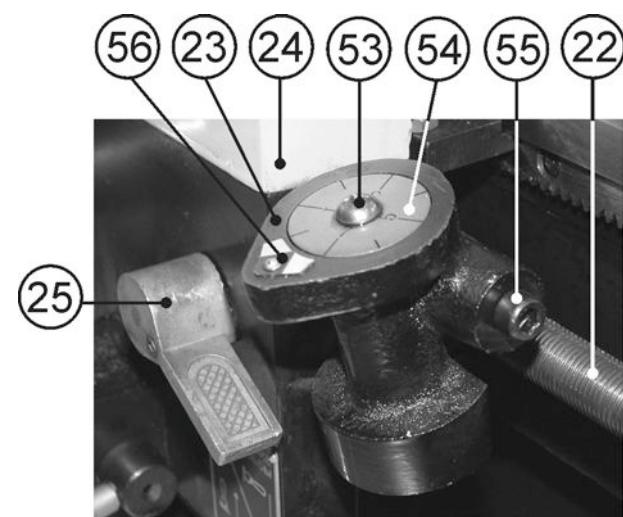

Рис.20
10.7.7. Включите станок (п.10.2). Подведите резец (35) к началу предполагаемой резьбы. Маховиком подачи поперечного суппорта (28) установите глубину резания, не превышая 0,2 мм за один проход (описано выше в п.10.3). Опустите вниз ручку управления разъёмной гайкой ходового винта (25), Рис.20. Ручкой переключения направления автоматической подачи (1), Рис.18, установите необходимое направление автоматической подачи и начните нарезание резьбы.
**Ручку управления разъёмной гайкой ходового винта (25) при выполнении операции нарезания резьбы не переключать до конца изготовления резьбы, Рис.20.**
#### 10.8. Индикатор нарезания резьбы (Рис.20)
10.8.6. Маховиком подачи поперечного суппорта (28), Рис. 2, установите глубину резания, не превышая 0,2 мм за один проход. Опустите вниз ручку управления разъёмной гайкой ходового винта (25) и начните нарезание резьбы, Рис.20.
Поднимите вверх ручку управления разъёмной гайкой ходового винта (25), Рис.20. Вращая маховик ручной подачи каретки (29), Рис.15, отведите каретку назад к началу нарезания резьбы. Наблюдайте за вращающимся диском (54) индикатора нарезания резьбы (23). По мере совмещения метки (56) на корпусе индикатора нарезания резьбы (23) и ранее выбранного Вами по таблице 5 числа индикаторного диска (54), резко опустите вниз ручку управления разъёмной гайкой ходового винта (25) (начните нарезание резьбы). Повторяйте цикл нарезания резьбы до окончательных размеров.